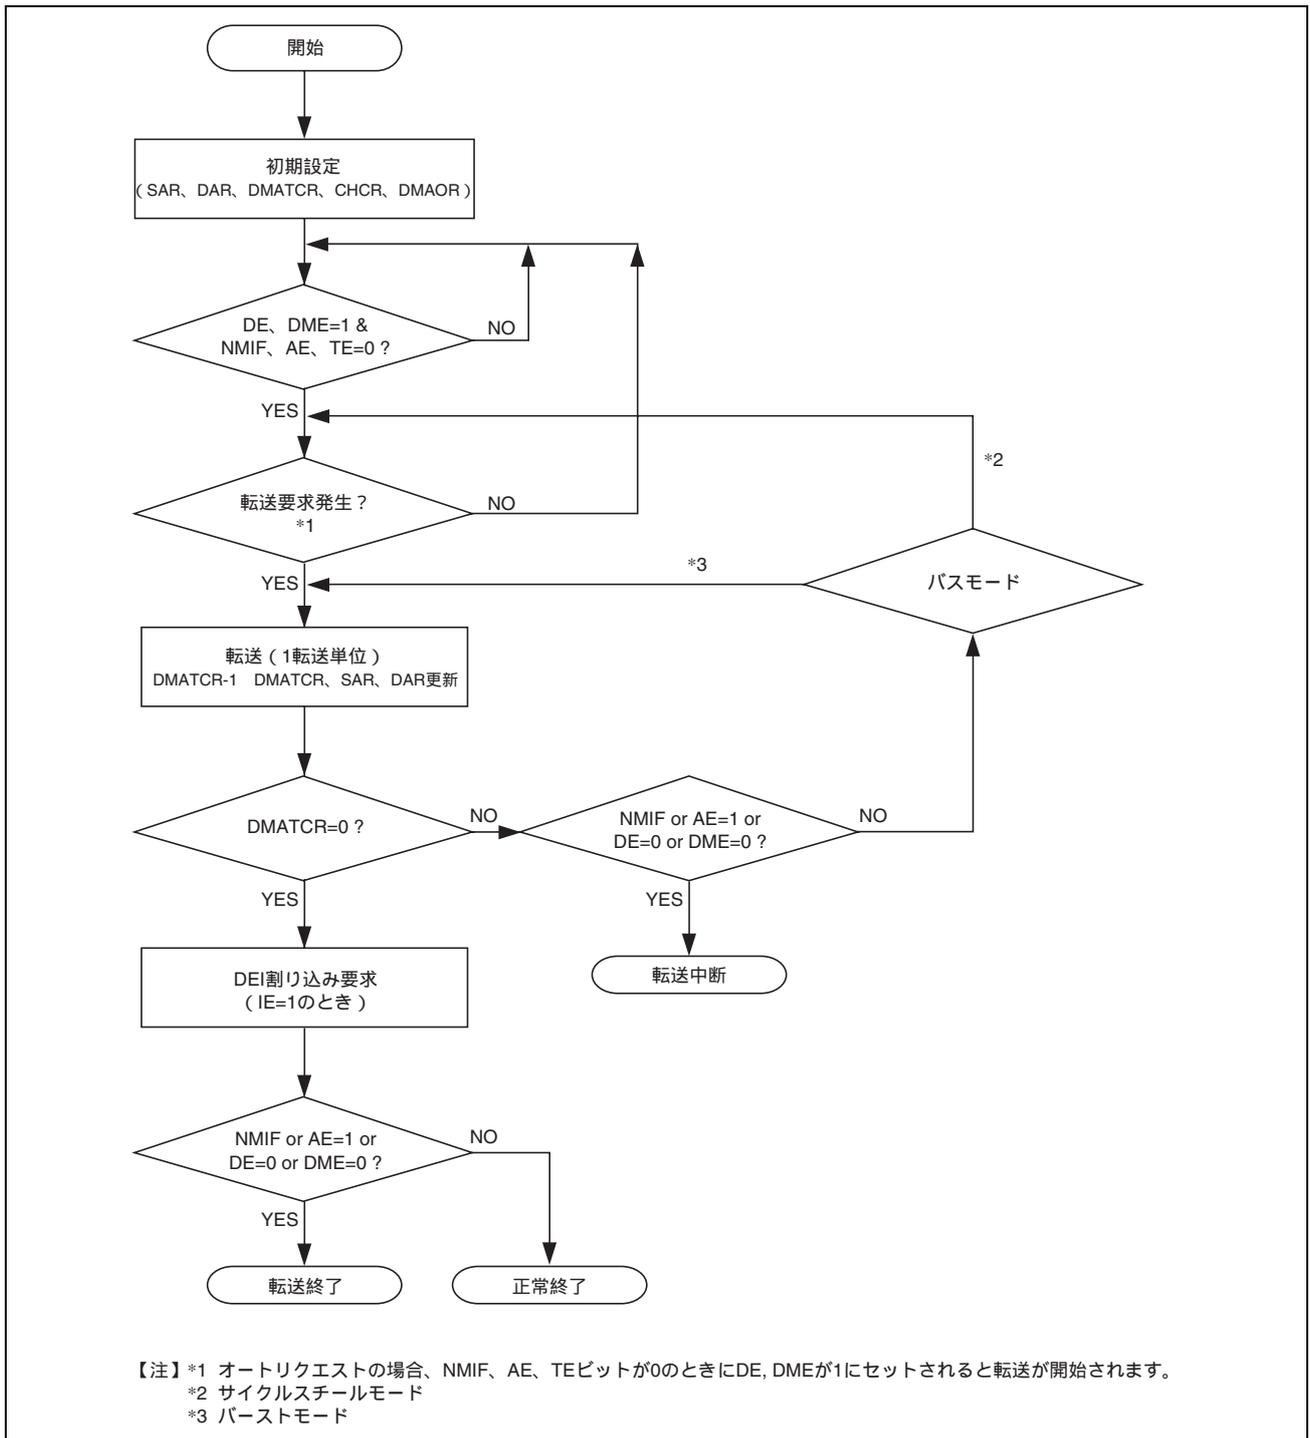

図 10.2 DMAC 転送フローチャート
- (1) 転送許可状態かどうか (DE=1、DME=1、TE=0、NMIF=0、AE=0) をチェックします。
- (2) 転送許可状態で転送要求が発生すると 1 転送単位のデータ (TS0、TS1 の設定により決定) を転送します。オートリクエストモードの場合は DE および DME が 1 にセットされると自動的に転送を開始します。1 回の転送を行うごとに DMATCR の値を 1 デクリメントします。具体的な転送フローは、アドレスモード、バスモードにより異なります。
- (3) 指定された回数の転送を終える (DMATCR の値が 0 になる) と、転送を正常に終了します。このとき CHCR の IE ビットを 1 にセットしてあれば、CPU に DEI 割り込みが発生します。
- (4) DMAC によるアドレスエラーか NMI 割り込みが発生した場合には、転送を中断します。また CHCR の DE ビットが DMAOR の DME ビットが 0 にされても転送を中断します。図 10.2 に上記のフローチャートを示します。